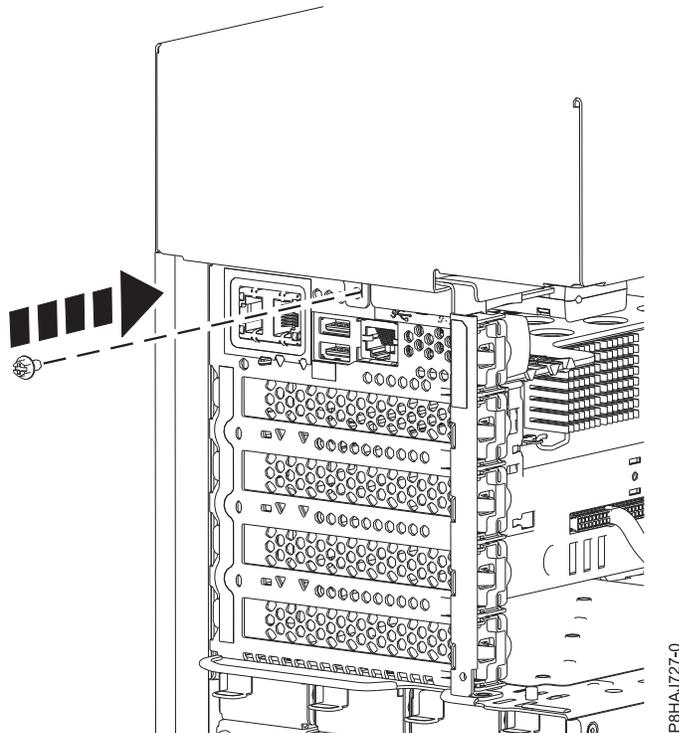

Abbildung 40. Anbringen der Schraube der Seitenabdeckung bei einem Standalone-System vom Typ 8286-41A
5. Bringen Sie die hintere Schraube der Seitenabdeckung mit einem Kreuzschlitz-Schraubendreher an (siehe Abb. 40 auf Seite 58).